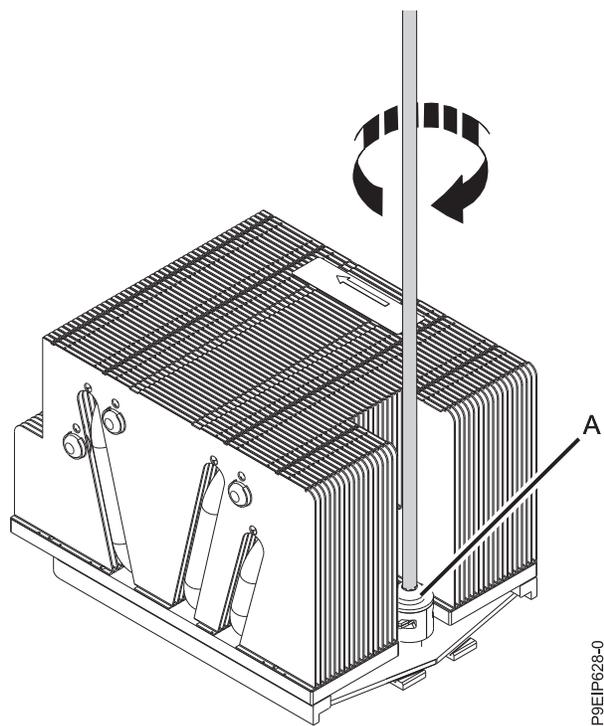

図 76. ロード・アームのねじを締める
15. #3 Phillips ドライバーでロード・アーム (A) のねじを締めます (図 76 を参照)。